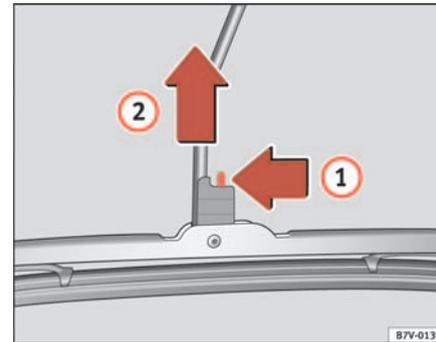

Abb. 148 Scheibenwischer hinten wechseln
- Entriegeln Sie das Wischerblatt in Pfeilrichtung ⇒ Abb. 148 ① und ziehen Sie gleichzeitig das Wischerblatt etwas in Pfeilrichtung ②.
- Nehmen Sie das Wischerblatt entgegen der Pfeilrichtung ② ab. ▶
- Schieben Sie ein neues Wischerblatt **gleicher Länge und Ausführung** etwas in Pfeilrichtung ② und hängen Sie das Wischerblatt in den Wischerarm ein.
- Ziehen Sie das Wischerblatt entgegen der Pfeilrichtung ② bis es einrastet.